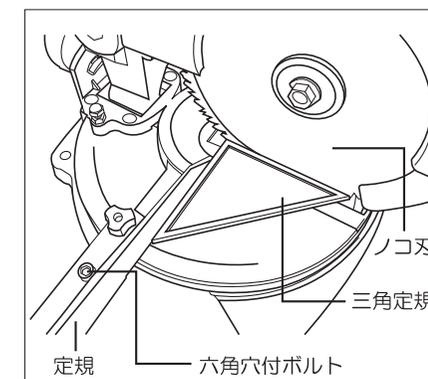

図19
- ③ハンドルを押さえてストッパーツマミで固定し、ノコ刃の側面と定規にかね尺、または三角定規を当て、ノコ刃と定規が直角になるように調整してください。(図19参照)
- ④定規が動かないように注意して六角穴付ボルト2本を締め付けてください。